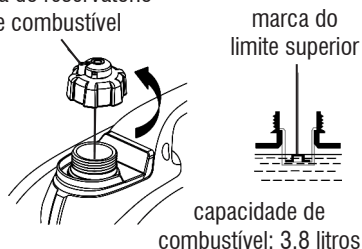

Fig. 14 – Abastecendo o Gerador Inversor
3. Abra a tampa do tanque (fig. 14); tampa do reservatório de combustível
5. Nunca exceda a capacidade do tanque (fig. 14);